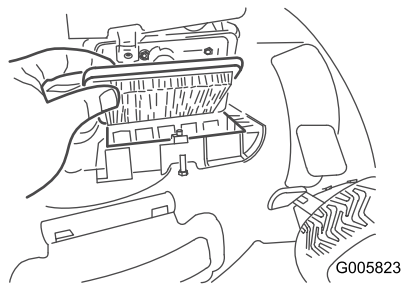

Figura 41
2. Sostituire il filtro dell'aria (Figura 41).